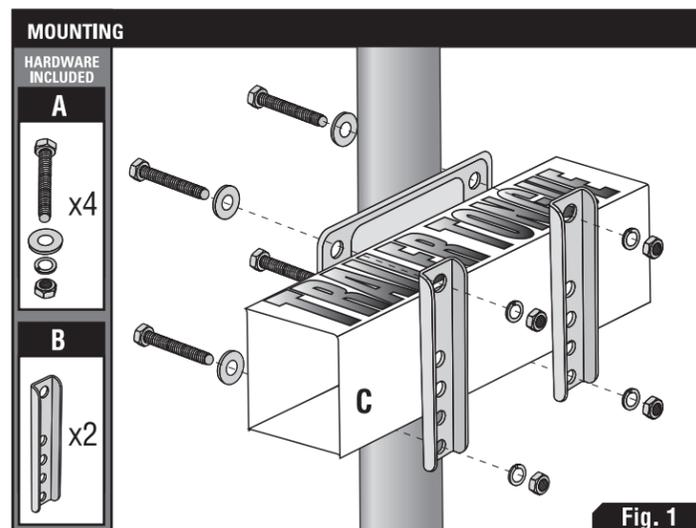

Fig. 1
4. **Fig. 1** Using the (4) Hardware sets (A) and (2) Mounting Bars (B) Attach the Jack to the trailer tongue. The Mounting Bars must run across (perpendicular) to the trailer tongue (C).
4. Figure 1. En utilisant les quatre (4) ensembles de quincaillerie (A) et les deux (2) barres de montage (B) attachez le vérin à la fourche de la remorque. Les barres de montages doivent traverser (de façon perpendiculaire à) la fourche de la remorque (C).